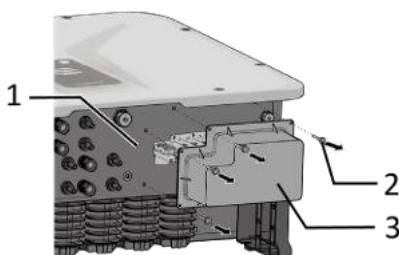

Abb. 14. Entfernen Sie die AC/COM-Kunststoffabdeckung
1. Entfernen Sie die AC/COM-Kunststoffabdeckung vom Wechselrichter – bewahren Sie die Schrauben sicher auf (siehe Abb. 14). [\times W4 \approx 1,6 Nm].